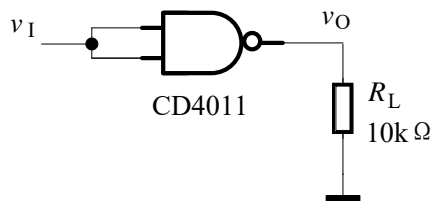

图 1 电压传输特性的测试电路
测试电路如图 1 所示, v_I 是由函数信号发生器输出 100Hz、0~5V、对称性 50% 的锯齿波, 利用示波器的 XY 时基模式观测电压传输特性曲线。
3. 如要观测 CMOS 门电路的直流噪声容限与电源电压的关系，需改变图 1 电路中芯片工作电压 V_{DD} 和测试电路输入信号 v_i 。请你根据实验室现有的仪器设备及其主要技术指标判断能否进行实验。如能，请写出 V_{DD} 和 v_i 的取值，并画出电压传输特性曲线；如不能，请写明原因。